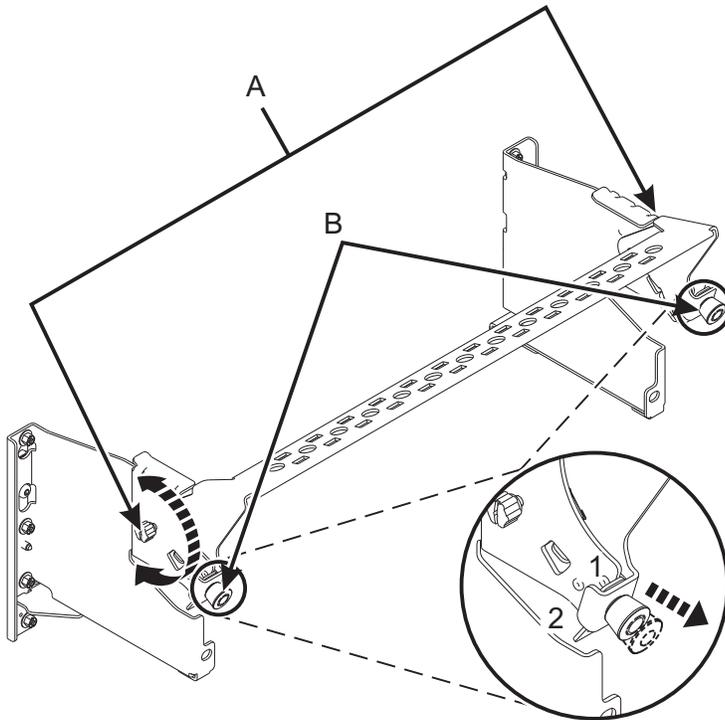

Figura 34. Colocar o suporte de gestão de cabos na posição de assistência
4. Coloque o suporte de gestão de cabos na posição de assistência. Consulte Figura 34 na página 34.